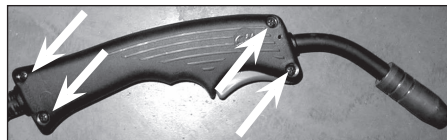
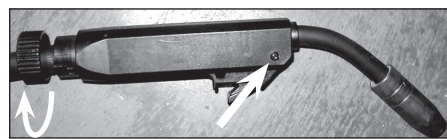

Figura 2a - Quite estos cuatro tornillos
Figura 2b - Quite el tornillo y gire la tuerca
3. Desarme el mango del soplete quitando cuatro tornillos (vea la figura 2a). WG3020: Quite un tornillo y gire la tuerca (vea la figura 2b).